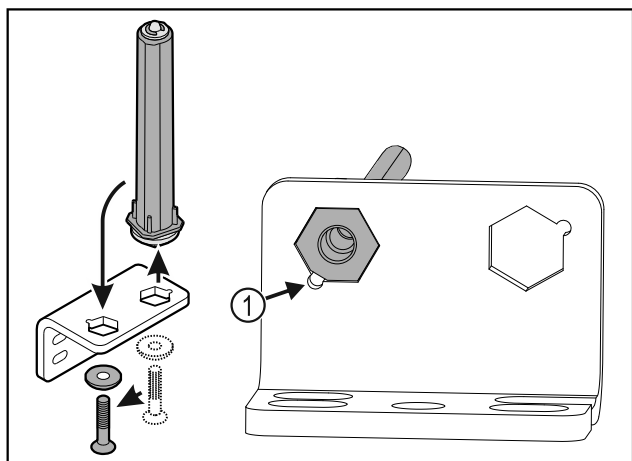

Fig. 29
- ▶ При поставянето внимавайте за това, скосяването на болта Fig. 29 (1) да сочи към кръглия отвор.